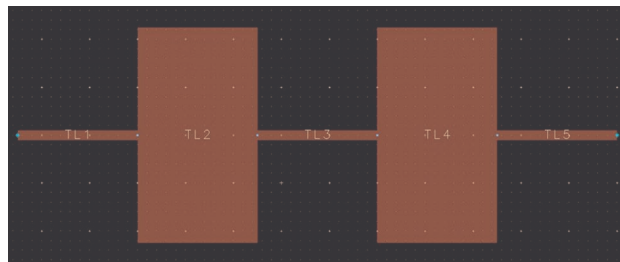

Рис. 88
- лінії 2, 4: ширина = 4.5 мм, довжина = 2.5 мм (рис. 88).